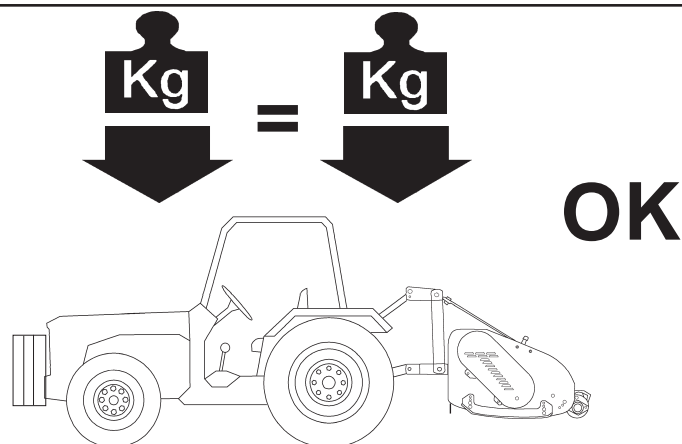

Fig. 3
- 8) L'applicazione della macchina al trattore, comporta una diversa distribuzione dei pesi sugli assi. È consigliabile pertanto aggiungere apposite zavorre nella parte anteriore del trattore in modo da ripartire adeguatamente il peso sugli assi (Fig. 3).
- 8) *Assembly of a implement on the tractor will shift the weights on the axles. It is therefore advisable to add weights to the front part of the tractor in order to balance the weights on the axles themselves (Fig. 3).*
- 8) Der Anbau eines Zusatzgerätes am Schlepper führt zur Verlagerung der Achslasten. Am Schlepper ist daher Frontballast anzubringen, um das Gleichgewicht wieder herzustellen (Abb. 3).
- 8) *L'application d'un équipement supplémentaire au tracteur entraîne une répartition différente des poids sur les essieux. Ajoutez donc les masses de lestage nécessaires à l'avant du tracteur de manière à équilibrer les poids (Fig. 3).*
- 8) La aplicación de un equipo adicional al tractor, implica una distribución del peso distinta sobre los ejes. Es aconsejable por lo tanto agregar oportunos contrapesos en la parte delantera del tractor para así equilibrar los pesos sobre los ejes (Fig. 3).